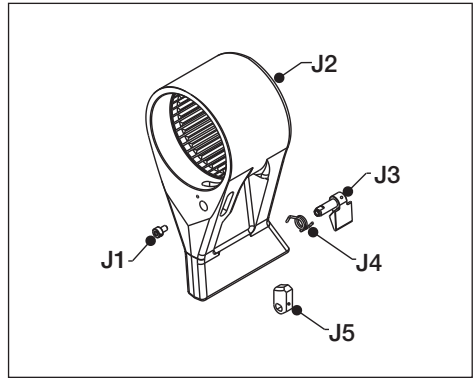

Abb. 26
- Abstützarm (Abb. 26, Teil J2)
5.3.9 Verriegelung des Abstützarms - Aus- und Einbau (Abb. 26)